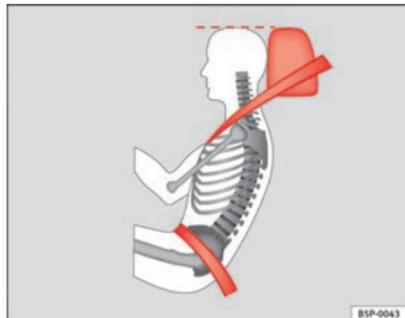

Fig. 15 Banda del cinturón y apoyacabezas ajustados correctamente, vistos lateralmente
- La banda abdominal del cinturón de seguridad deberá pasar por la región pélvica, pero nunca por encima del abdomen. El cinturón de seguridad debe quedar plano y bien ceñido a la pelvis ⇒ fig. 15. En caso necesario habrá que tirar un poco de la banda.